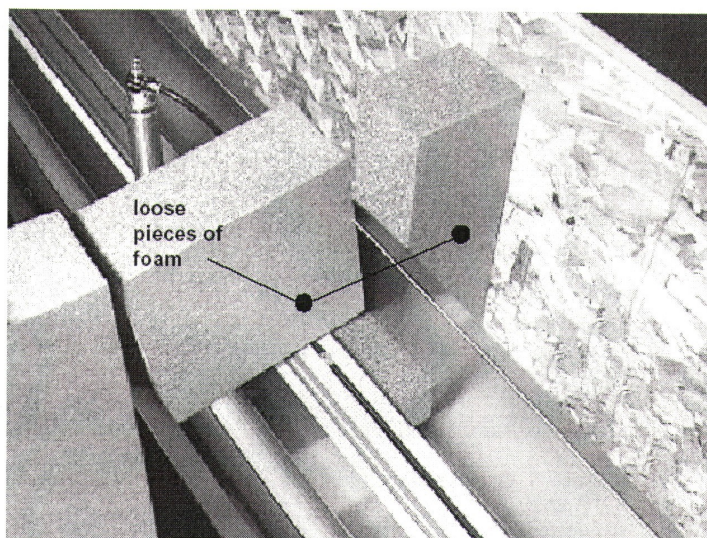

Рисунок 3. Удаляемые части упаковочного материала.
- Извлеките все свободные части упаковочного материала (рис.3).